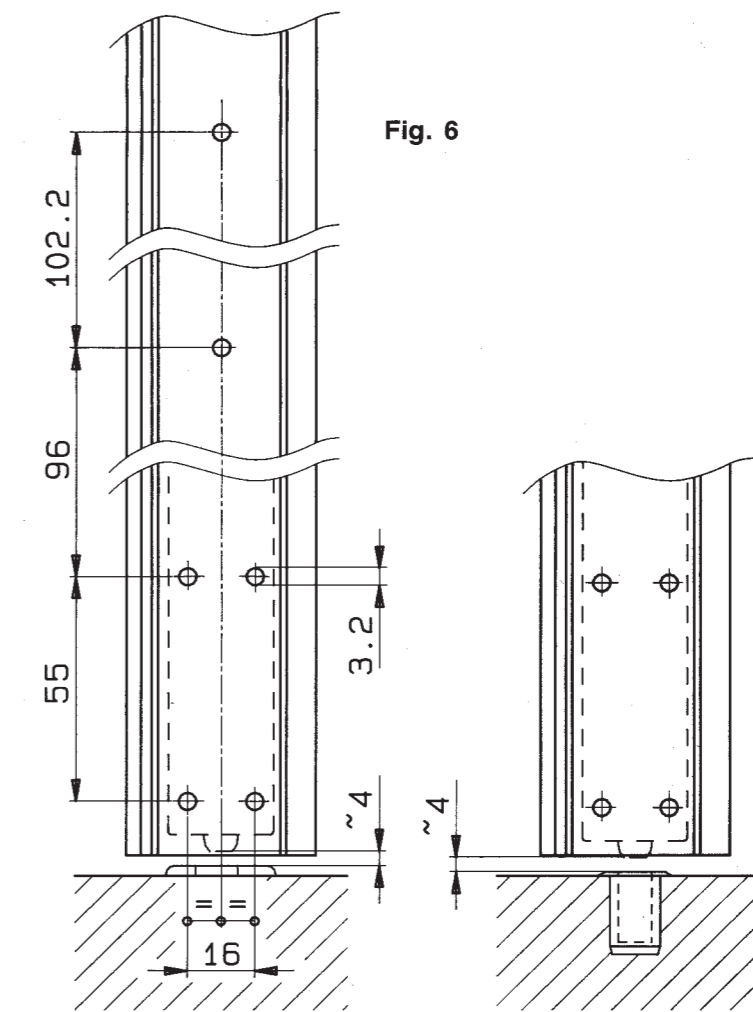

Fig. 6
2.1) Posizionamento catenaccio chiusura inferiore. Forare il montante su cui dovrà essere applicato il catenaccio come da fig. 6 facendo attenzione che i fori centrali si trovino in asse con la serratura della porta (in particolare nel caso di serrature con catenacci supplementari). Per essere sicuri di avere linearità tra i vari fori, e quindi buon funzionamento del prodotto, si consiglia di utilizzare il catenaccio come maschera di foratura tenendolo nella posizione voluta, con eventuali spessori da realizzare, interponendoli tra il catenaccio stesso e le alette del profilo da sfruttare come riferimento.
2.2) Assicurarsi che tra il puntale (3) (con il catenaccio in posizione di apertura) ed il riscontro o boccia soglia vi siano sempre circa 4mm. di spazio (fig. 6).
2.1) Montage du verrou fermeture inférieure. Percer le montant sur lequel doit être appliqué le verrou (fig. 6) en ayant soin de placer les trous centraux sur le même axe que la serrure de la porte (en particulier s'il s'agit de serrures avec des verrous supplémentaires). Pour être sûr d'obtenir le bon alignement entre les trous, et, par conséquent, le bon fonctionnement du verrou, il est conseillé d'utiliser le verrou comme modèle que l'on appliquera dans la position désirée, en réalisant éventuellement des cales insérées entre le verrou et les bords du profil utilisé comme référence.
2.2) Vérifier qu'il y ait toujours un espace de environ 4mm. (fig. 6) entre l'embout (3) (avec le verrou en position d'ouverture) et la butée au sol.
2.1) Positioning of lower flush bolt. Drill the riser on which the flush bolt is to be fitted as in fig. 6, ensuring that the central holes are aligned with the lock of the door (especially with locks with additional flush bolts). So that the holes are correctly aligned and to ensure good performance, the flush bolt should be used as a drilling jig, holding it in the required position, adding spacers if necessary and placing them between the flush bolt and the wings of the profile to be used as reference.
2.2) Make sure that there is always a space of about 4mm. between the shoe (3) (with the flush bolt in the open position) and the striker or threshold bush (fig. 6).
2.1) Colocación del pasador cierre inferior. Realizar los orificios en el montante en el que se debe poner el pasador tal como ilustra la fig. 6, prestando atención en que los orificios centrales queden alineados con la cerradura de la puerta (sobre todo en caso de cerraduras con pasadores suplementarios). Para obtener una perfecta linealidad entre los diferentes orificios y, por lo tanto, un buen funcionamiento de la cerradura, se aconseja utilizar el pasador como plantilla de taladrado, manteniéndolo en la posición deseada con eventuales espesores realizados por el operador e interpuestos entre el pasador mismo y las aletas del perfil utilizado como referencia.
2.2) Asegurarse que entre el puntal (3) (con el pasador en posición de apertura) y la placa o casquillo del umbral haya siempre una distancia de aproximadamente 4 mm. de espacio (fig. 6).